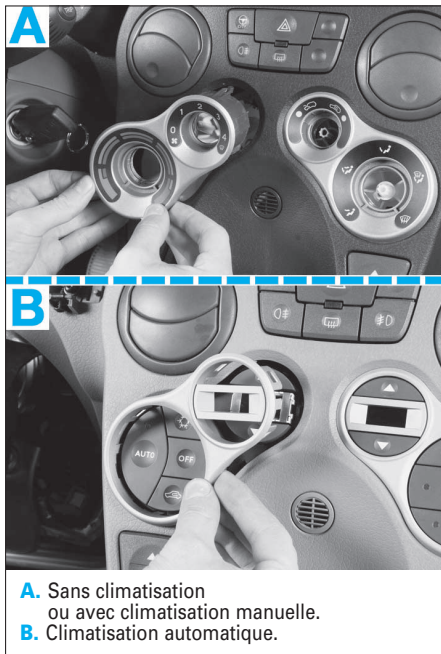

FIG. 40
- Décliper avec précaution, les encadrements de chauffage (Fig.40).